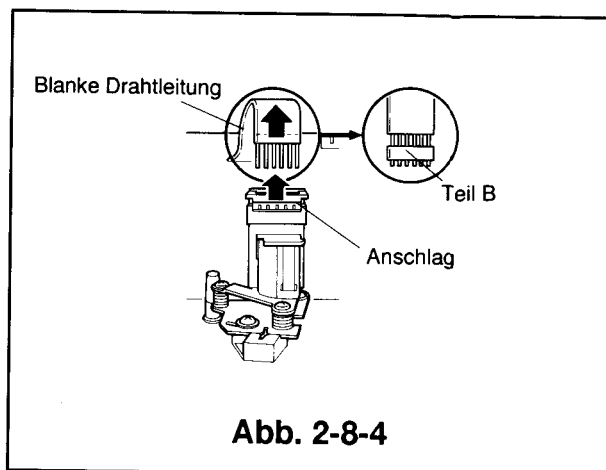

Abb. 2-8-4
- ③ Den Anschlag der A/C-Kopfeinheit etwas nach oben verschieben und den Leitungsanschluß (blanker Draht) der Verbindung zwischen der PCB-HEAD-AMP und der A/C-KOPF-PLATINE abziehen. (Siehe Abb.2-8-4)
- ⑤ Den Teil B der vom Kopfverstärker kommenden, blanken Leitung, etwas nach unten verschieben, den Haltearm am Stecker nach unten bewegen und die Steckverbindung an der PCB-A/C-HEAD anschließen (siehe Abb.2-8-4).